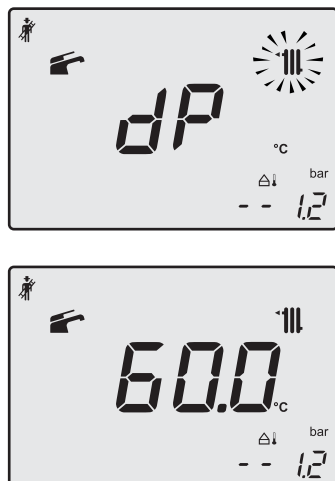

Рисунок 9.13
- Нажав еще раз кнопку 17, можно снова изменять значение мощности в режиме "трубочист", например, при появлении на ЖК-дисплее **dP**, сменяющегося значением температуры воды для горячего водоснабжения (например, **60**), "режим трубочист" работает при максимальной мощности горячего водоснабжения (Рисунок 9.13).